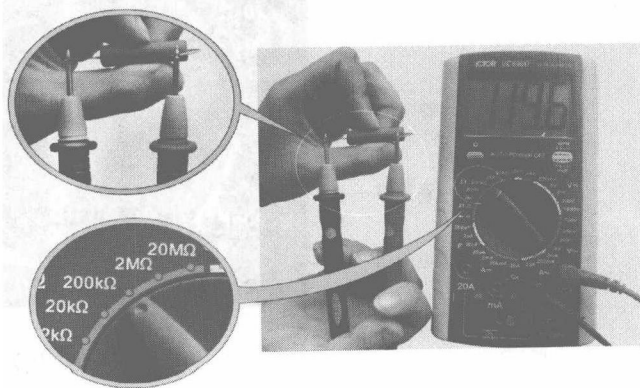

图1-4 电阻的检测技巧
4) 测量。将黑、红表笔分别接在被测电阻两端（不分极性），此时显示屏上即可显示被测电阻的阻值，如档位为2k，此时显示屏显示119.6，如图1-4所示测量方法表明被测电阻阻值为119.6kΩ。注意：若显示屏显示“1”，表明断路（即电阻为无穷大）；若显示屏显示“0.00”，表明短路（即电阻为零）。